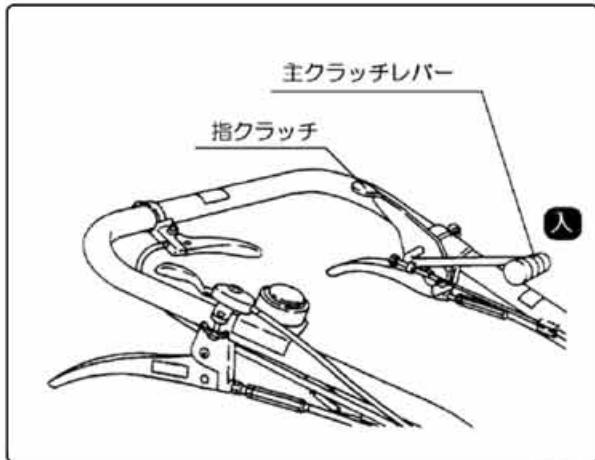

図17
- ①走行用主クラッチレバーはエンジンブーリーと本機ブーリー間にかかっているVベルトをテンションブーリーで張り動力を伝達するもので、前方に倒すとクラッチが【入】になり、手前に引くとクラッチが【切】になります。(図17)